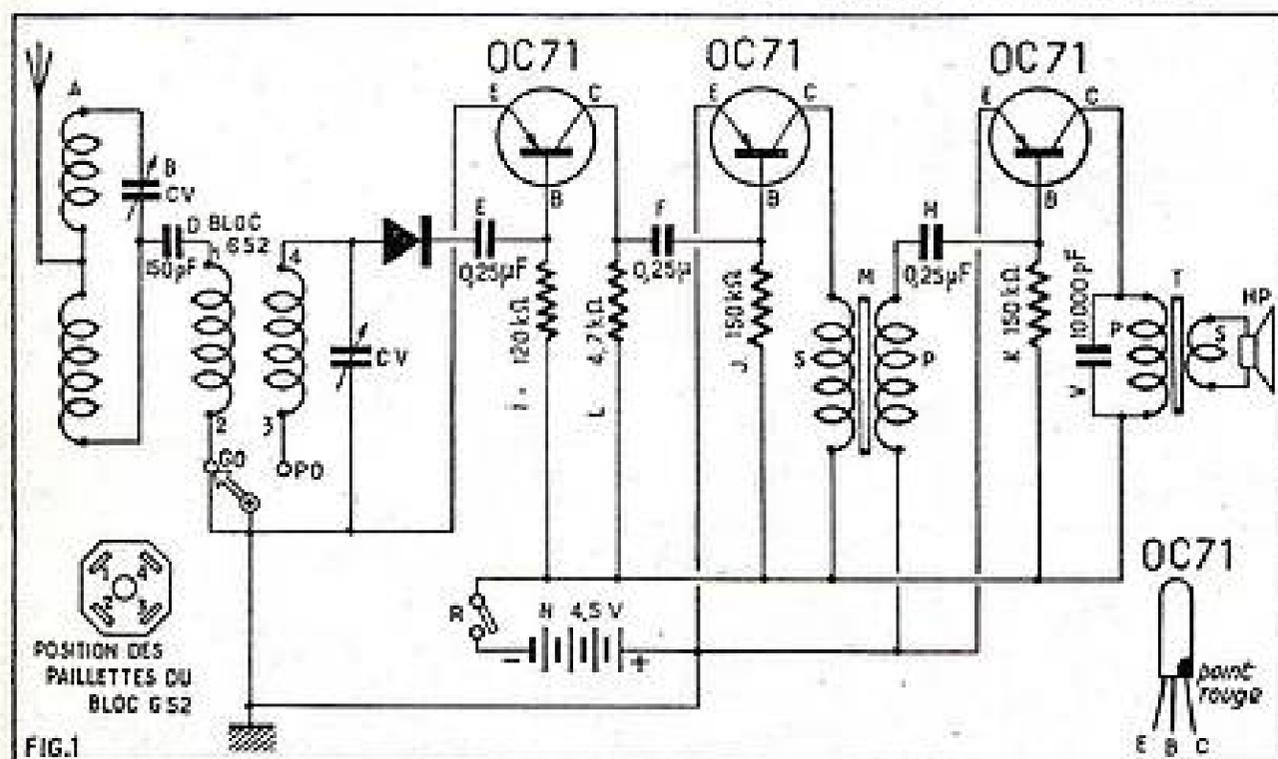

FIG.1
Le fonctionnement des diodes à cristal a souvent été expliqué. Nous rappelons en quelques mots que les diodes courantes sont à pointe, celle-ci étant un fil de tungstène ou de platine très fin en contact avec une pastille de corps semi-conducteur comme dans les détecteurs à galène. Les diodes à pointe utilisent en général un cristal de germanium qui forme avec la pointe, maintenue par une capsule, un ensemble compact. Elles sont enfermées dans une enveloppe en cire isolante, en céramique, ou mieux sont de construction dite « tout verre », les rendant complètement étanches et les abritant des influences atmosphériques. Les caractéristiques de construction d'une diode sont indiquées par la figure 1.
bobinage X est connectée aux lames mobiles du condensateur variable B. Le tube de bakélite sur lequel sont bobinés les bobinages W et X est fixé sur une plaquette de bakélite de 1 mm d'épaisseur, à l'aide des petites tiges filetées en cuivre de 3 mm (Y) et de leurs écrous (Z). La sortie du bobinage X est connectée à un condensateur fixe de 150 pF au mica (D). Le rôle de ce condensateur fixe est très important (IL AMÉLIORE TRÈS SENSIBLEMENT LA SÉLECTIVITÉ DU BOBINAGE PRÉ-SÉLECTEUR). L'armature libre de ce condensateur est connectée à la paillette numéro 1 du bloc d'accord G52. Le transfo basse-fréquence utilisé est un transfo BF ordinaire de rapport demi, d'ancien poste à piles. L'entrée de son bobinage SECONDAIRE est connecté au collecteur du transistor OC 71 (fil qui est du côté du point de repère rouge, marqué sur le transistor). La sortie du bobinage secondaire de ce transfo est connectée au pôle négatif de la batterie de 4,5 V. Les émetteurs des transistors (fils opposés au point de repère rouge marqué sur les transistors OC 71) sont tous connectés au pôle positif de la batterie de 4,5 V. Le schéma de réalisation est très simple (fig. 1), et aucune erreur n'est possible en réalisant ce récepteur. Les résultats obtenus sont excellents, en puissance et sélectivité. La sensibilité est bonne et la musicalité acceptable. La consommation totale de courant est insignifiante (moins de 3 mA).